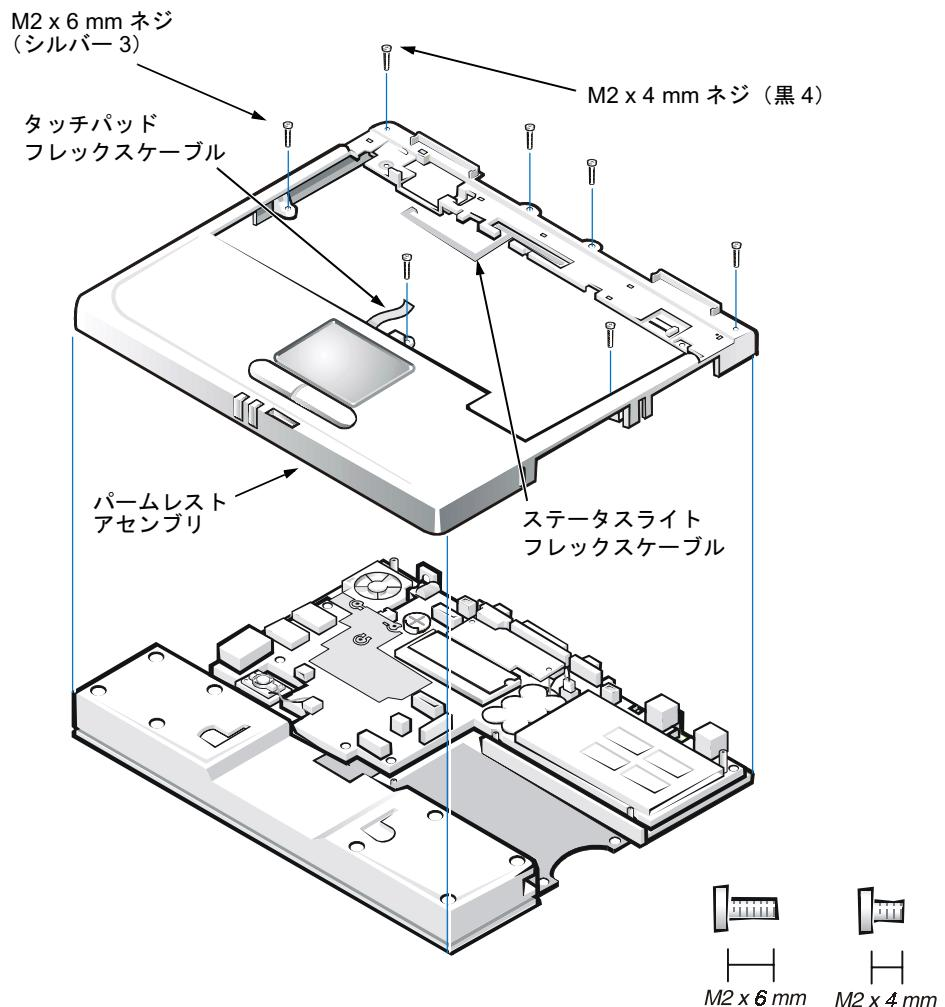

図 15 パームレストアセンブリのトップネジの取り外し
- コンピュータの上部にある M2 x 4 mm の 4 本の黒いネジを取り外します（図 15 参照）。
- パームレストアセンブリとボトムケースを固定しているキーボードアセンブリにあるシルバーの 3 本の M2 x 6 mm ネジを取り外します（図 15 参照）。
(図 15 参照)。
4 本の $M2 \times 4 \text{ mm}$ ネジを取り付けます (図 15 参照)。